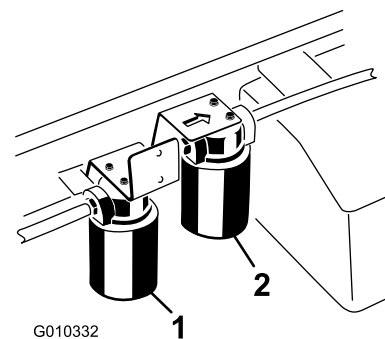

Figure 74
3. Placez un bac de vidange sous le filtre et enlevez le filtre (Figure 74).
1. Nettoyez la zone autour de la surface de montage du filtre grand débit (Figure 74).